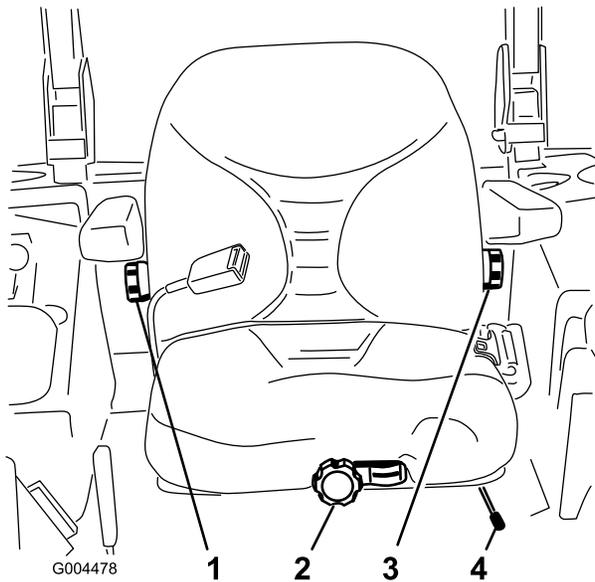

Figura 15
1. Mueva la palanca lateralmente para desbloquear el asiento (Figura 15).
Sin sentarse en el asiento, gire el pomo situado en la parte delantera en cualquier sentido hasta encontrar la posición más cómoda (Figura 15).
Para ajustarlo, gire el pomo situado debajo del reposabrazos derecho en cualquier sentido hasta encontrar la posición más cómoda (Figura 15).
Para ajustarlo, gire el pomo situado debajo del reposabrazos izquierdo en cualquier sentido hasta encontrar la posición más cómoda (Figura 15).